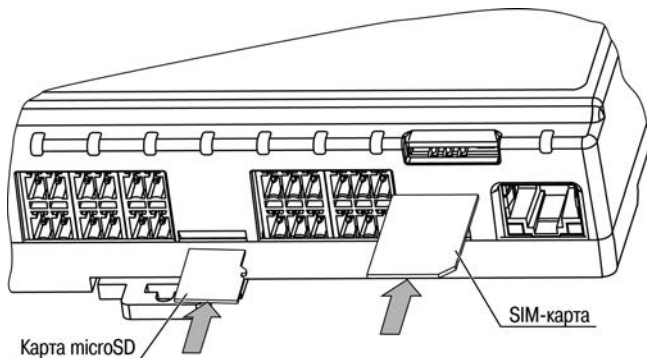

Рисунок 6.3 – Установка microSD и SIM-карты
6.2.6 Подключение microSD/microSDHC карты допускается, в том числе, и при включённом питании ПЛК. При этом необходимо программно предусмотреть приостановку работы с картой. Карта устанавливается контактами в сторону DIN-рейки (см. рисунок 6.3).
6.2.7 При использовании GSM/GPRS-модема необходима антенна, подсоединяемая к винтовому гнезду типа SMA. Антенна не входит в комплект поставки и приобретается отдельно. Установку/замену SIM-карты стоит производить при отключённом питании ПЛК323 и питании подключенных к нему устройств. SIM-карта устанавливается контактами в сторону DIN-рейки и скошенным уголком наружу (см. рисунок 6.3). Для извлечения SIM-карты рекомендуется воспользоваться пинцетом.